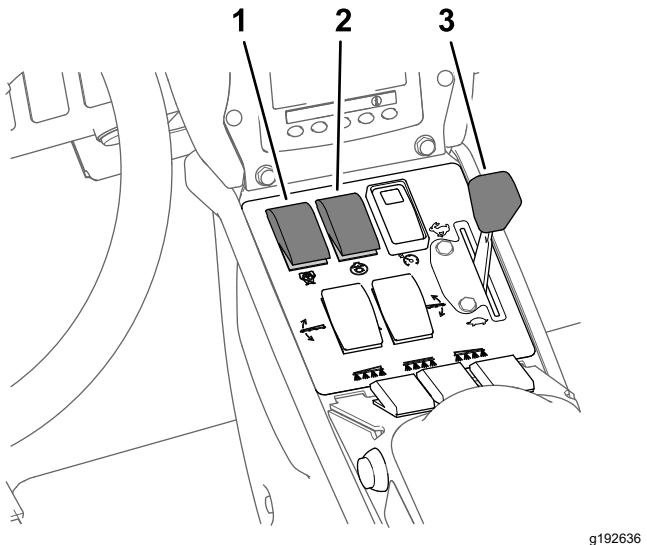

図 33
**注** 以下の手順は散布用ポンプがON状態であることを前提としています 図 33 散布率モードでの散布 \(ページ 31\)を参照。
4. 希望する散布に合わせてスロットル位置を調整する 図 33 散布率モードでの散布 \(ページ 31\)を参照。